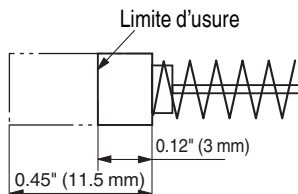

Fig. 11
5. Contrôle des balais en carbone (Fig. 11)